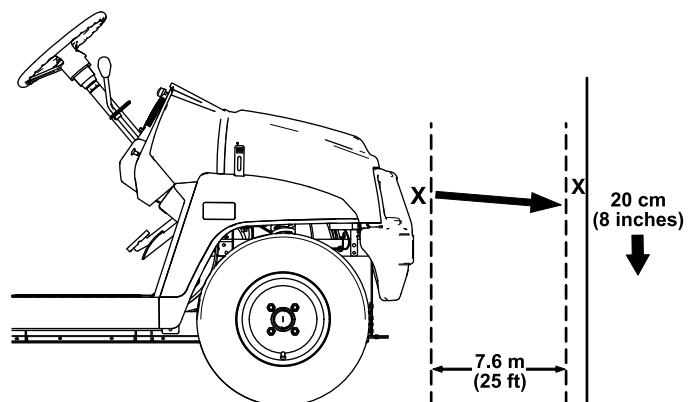

Рисунок 51
- Припаркуйте машину на ровной горизонтальной поверхности; фары должны находиться приблизительно на расстоянии 7,6 м от стены (Рисунок 51).
Самая яркая часть луча фары должна быть на 20 см ниже отметки, нанесенной на стене (Рисунок 51).